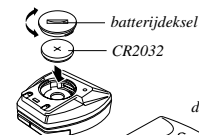

Fig. 26
*Als de computer gemiddeld 1 uur per dag in gebruik is, gaat de batterij ongeveer 2 jaar mee. Om te vervangen opent u met een munt het batterijdeksel aan de achterzijde (fig. 26). Plaats een nieuwe batterij (CR2032) met de + pool naar boven. Sluit het deksel weer zorgvuldig.*